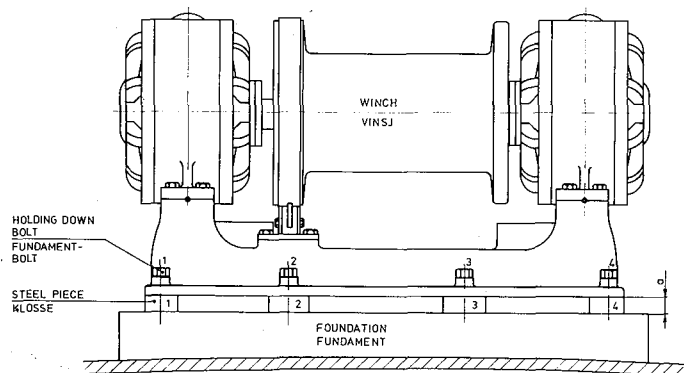

Fig. 1
Dersom dekkmaskineriet skal virke tilfredsstillende, er det meget viktig at vinsjer og pumpeaggregat er nøye opprettet. Etter at vinsjen (pumpeaggregatet) er plassert på fundamentet (I) på dekk, brukes følgende fremgangsmåte. (Se fig. 1 og fig. 2.)